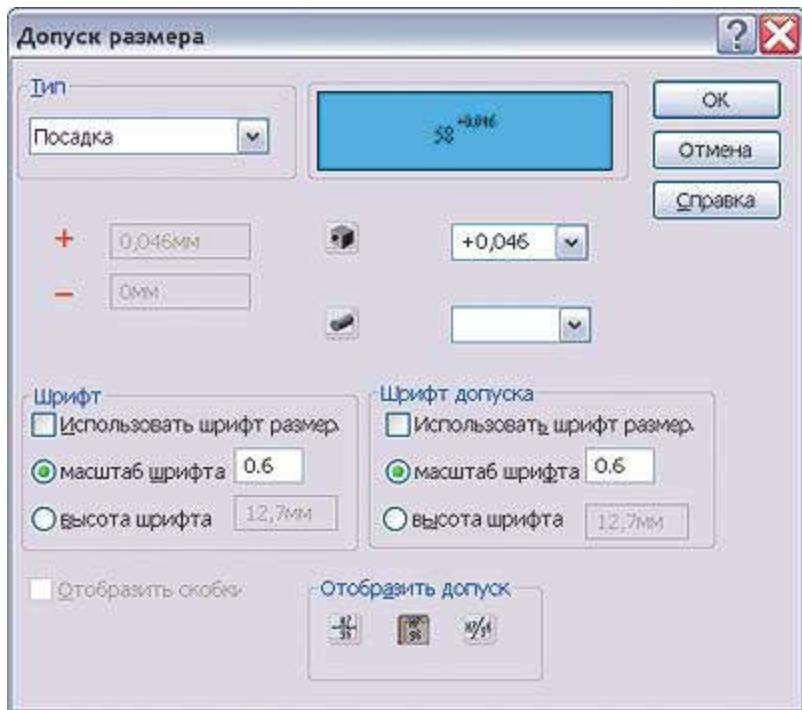
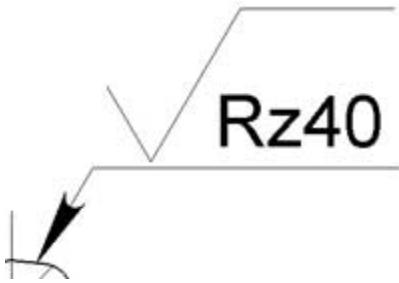

Рис. 6. Настройка параметров допуска размера
Рис. 8. Шероховатость на выносной полке
**Создание обозначения допуска в случае равенства нулю одного из предельных отклонений.** Зададим для размера значение допуска в соответствии с полем допуска «H8», при этом отобразим только верхнее, не равное «0» предельное отклонение. Выделите размер в графической области. В окне *РазмерМенеджера свойств* нажмите кнопку *Дополнительные свойства* и в открывшемся диалоговом окне *Свойства размера* нажмите кнопку *Допуск*. Появится диалоговое окно *Допуск размера* (рис. 8). В поле *Тип допуска* выберите *Посадка*; в поле *Посадка отверстия* выберите требуемое обозначение поля допуска «H8». В полях *Максимальная* и *Минимальная вариация* при этом отобразятся стандартные значения «+0,046» и «0» верхнего и нижнего предельных отклонений, соответствующие данному полю допуска. Введите значение верхнего поля допуска – «+0,046». В разделе *Шрифт допуска* отключите параметр *Использовать шрифт размера* и задайте значение коэффициента «0,6» (или «0,5») для высоты шрифта обозначения поля допуска. В разделе *Отобразить допуск* нажмите кнопку *Группа без линии*. Нажмите *OK* и закройте диалоговые окна. Это способ задания допуска «вручную». Результат операции показан на рис. 6.
**Шероховатость на выносной полке.** При вставке примечания в заметку можно либо выбрать примечание, уже существующее в чертеже (если щелкнуть по нему, то сохранится ассоциативная связь), либо создать новое примечание в окне **Менеджера свойств**. С помощью этого способа можно оформить отображение шероховатости по ГОСТу в случае, когда шероховатость располагается на выносной полке (рис. 8).